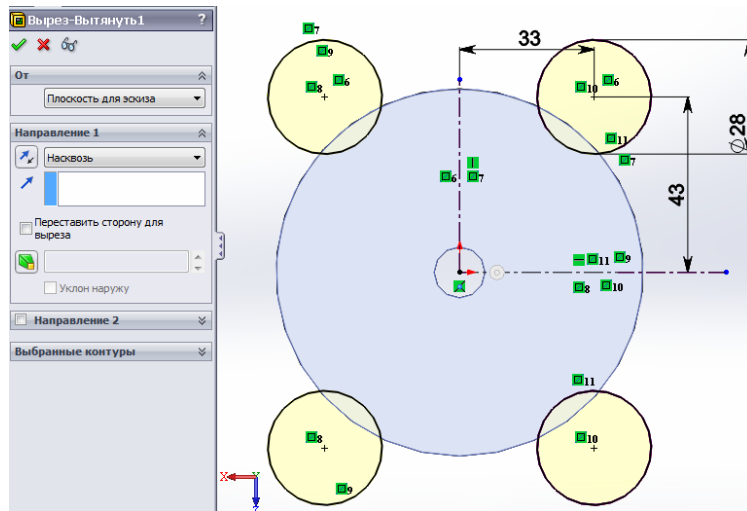

Рис.6. Створення бокових вирізів
6. Завершивши побудову ескізу, запускаємо інструмент «Вытянутый вырез». Витягуємо ескізи, використовуючи настройку «НАСКВОЗЬ». (Рис.6)